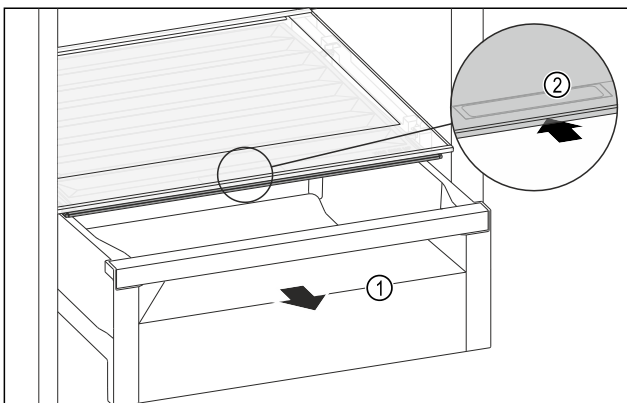

Fig. 69
- ▶ Schubfach Fig. 69 (1) herausziehen.
- ▶ Griffmulde Fig. 69 (2) am Fachdeckel anfassen und Fachdeckel gleichzeitig nach hinten schieben.